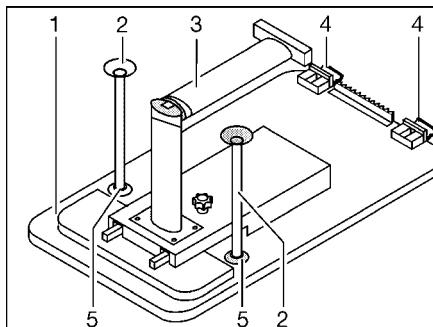

Fig. 95 Struttura di supporto letto
- Sollevare leggermente il piano del tavolo (Fig. 95,1) in avanti.
- Sbloccare il piede del tavolo (Fig. 95,3) sul giunto e ripiegarlo.
- Ruotare il piano del tavolo di circa 45° verso l'alto e sganciare i supporti (Fig. 95,4) dalla guida di supporto superiore.
- A seconda del modello, inserire i due montanti di supporto aggiuntivi (Fig. 95,2) negli alloggiamenti (Fig. 95,5) sul lato inferiore del tavolo.